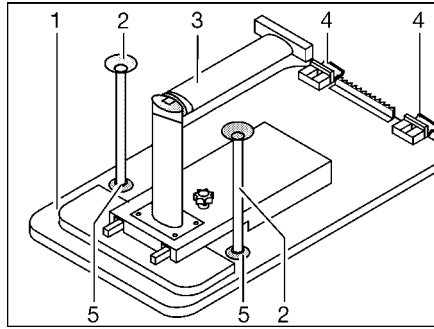

Fig. 93 Sommier de lit
- Soulever légèrement le plateau de table (Fig. 93,1) à l'avant.
- Déverrouiller le pied de table (Fig. 93,3) au niveau de l'articulation et le replier.
- Faire pivoter le plateau de table de 45° vers le haut et décrocher les fixations (Fig. 93,4) du rail de fixation supérieur.
- Suivant le modèle, enfoncer les deux pieds d'appui supplémentaires (Fig. 93,2) dans les fixations (Fig. 93,5) sur le dessous du plateau de table.